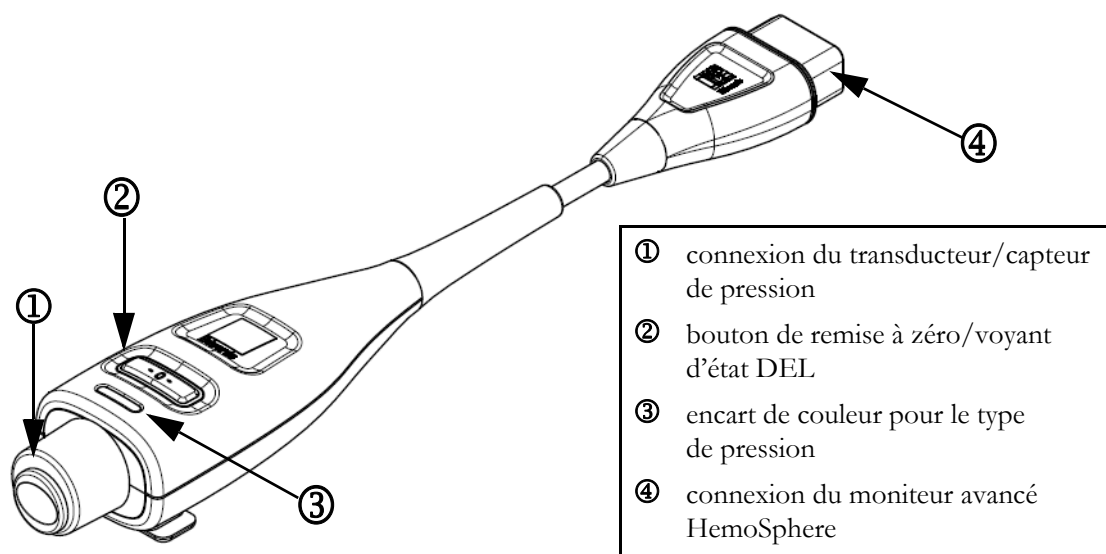

Figure 10-1 Câble de pression HemoSphere
Le câble de pression HemoSphere est un dispositif réutilisable qui se raccorde au moniteur HemoSphere à une extrémité ④ et à tout capteur de pression à usage unique (DPT) ou capteur Edwards à usage unique homologué à l'autre extrémité ①. Voir figure 10-1 à la page 176. Le câble de pression HemoSphere enregistre et traite un signal de pression unique à partir d'un capteur DPT Edwards compatible, comme le DPT TruWave, ou d'un capteur FloTrac. Un capteur FloTrac ou Acumen IQ se raccorde à un cathéter artériel existant pour fournir des paramètres hémodynamiques à partir de sources peu invasives. Un transducteur TruWave peut se raccorder à n'importe quel cathéter de surveillance de la pression compatible pour fournir une pression intravasculaire à partir d'un emplacement. Se reporter au mode d'emploi fourni avec chaque cathéter pour obtenir des instructions spécifiques sur la mise en place et l'utilisation du cathéter, ainsi que les mises en garde, avertissements et remarques. Le câble de pression HemoSphere peut être surveillé grâce à deux modes de surveillance technologique basés sur le couple capteur/transducteur : mode de surveillance avec capteur **FloTrac** ou **Acumen IQ** ou mode de surveillance avec cathéter de **Swan-Ganz**. Le mode de surveillance apparaît en haut de la barre de navigation (voir figure 5-2 à la page 88). L'apparence et les points de raccordement du câble de pression HemoSphere sont illustrés sur la figure 10-1.
Encart de couleur du type de pression. Si nécessaire, il est possible d'utiliser l'encart de couleur adéquat, sur le câble de pression, pour indiquer le type de pression surveillé. Consulter paragraphe ③ à la figure 10-1 ci-après. Les couleurs sont les suivantes :
- Rouge pour la pression artérielle (PA)
- Vert pour le débit cardiaque (DC)
- 7 Effectuer un mouvement direct de branchement ou débranchement pour raccorder le connecteur vert du capteur FloTrac amorcé. La DEL du câble de pression qui entoure le bouton de remise à zéro (voir ② à la figure 10-1) émet une lumière verte clignotante pour indiquer que le capteur de pression est détecté. Une lumière jaune indique une situation d'erreur. Si cela se produit, consulter la barre d'état pour connaître les détails de la situation d'erreur.
Appuyer sur le bouton zéro  directement sur le câble de pression et le maintenir enfoncé pendant trois secondes (voir figure 10-1).